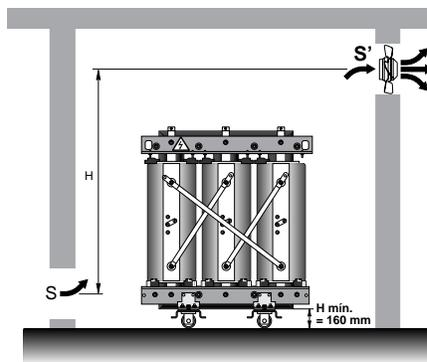

Figura 2.
- Trihal con envoltorio metálica IP31 (figura 2).